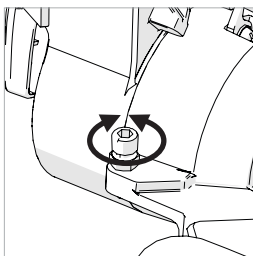

Fig. 25
- Använd en insexnyckel för att justera justeringsskruven inåt eller utåt efter behov. (**Fig. 25**)